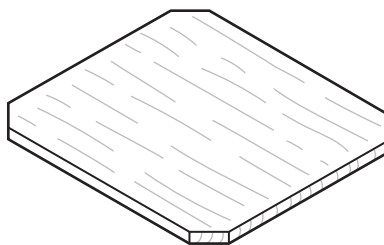

Fig. 13.4
- (d) Fig. 13.4 shows the floor of the nesting box.